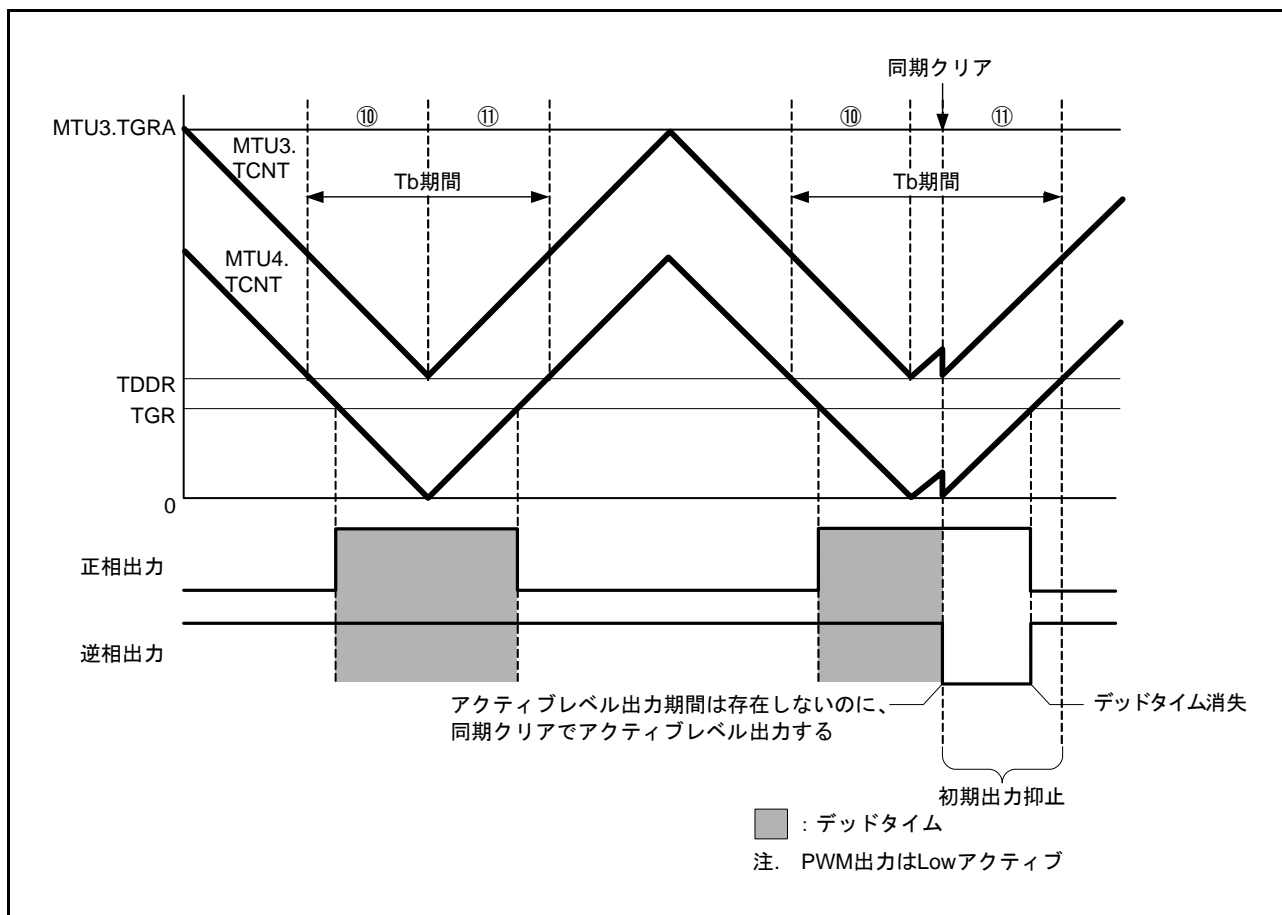

図 19.139 同期クリア例 (条件2の場合)
条件 2 初期出力の抑止期間⑩、⑪にて、 $MTU3.TGRB \leq TDDRA$ 、 $MTU4.TGRA \leq TDDRA$ 、 $MTU4.TGRB \leq TDDRA$ のいずれかが成立する状態で、同期クリアする (図 19.139 参照)